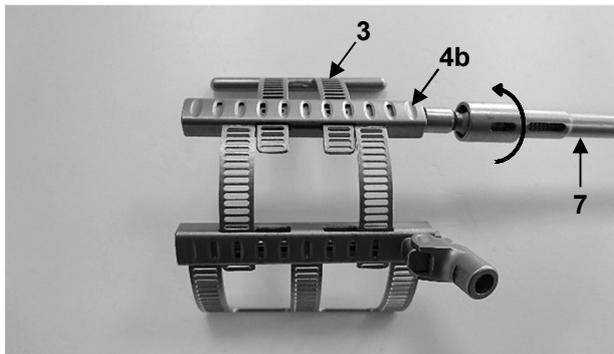
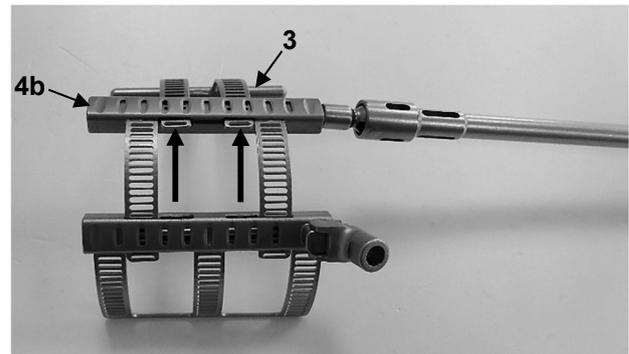

Abb. 4a
Abb. 4b
Falls die Spreizweite damit nicht ausreichend ist, kann das sekundäre Element (3) noch soweit ausgefahren werden (Abb. 4a), dass das letzte Langloch am Ende des jeweiligen Fächerblattes noch vollständig zu sehen ist (Abb. 4b). Abbildung 4b zeigt auch die maximal mögliche Spreizweite des Vorhofblattes.